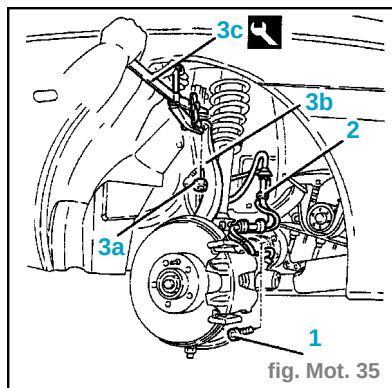

fig. Mot. 35
- Déconnecter le raccord électrique (2) du capteurs de tours.
- Déconnecter du tube rigide le tuyau (3) de refoulement du liquide de refroidissement au réservoir d'alimentation du refroidissement du moteur.
- Déconnecter de la pompe de direction assistée le tuyau d'arrivée du fluide (4).
- Déconnecter de la pompe de direction assistée le tuyau de refoulement du fluide (5).
- Dévisser les boulons de fixation (1) du demi-arbre droit. (fig. Mot. 35)